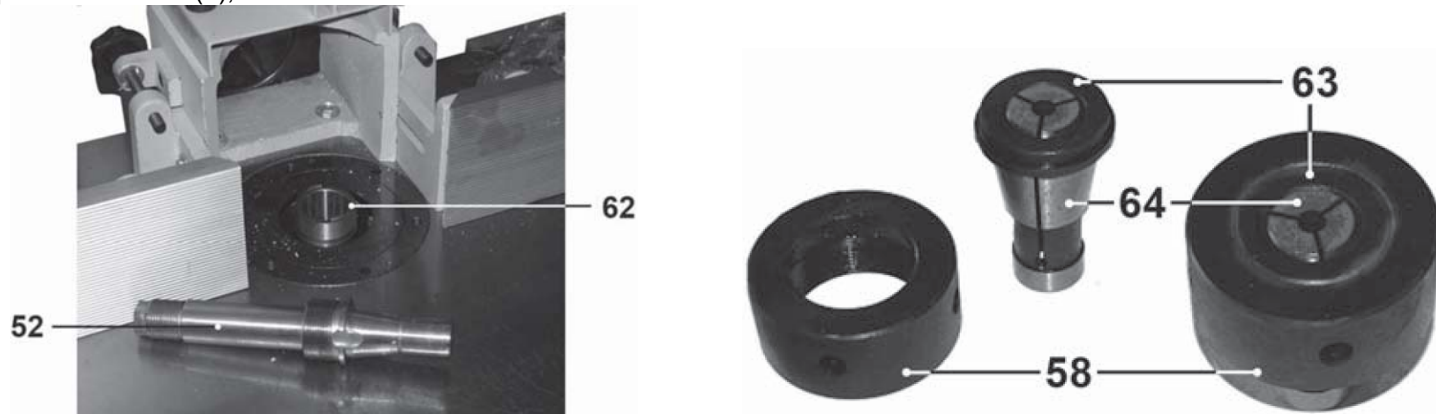

Рис. 9
- 8.6.1. На станке предусмотрена замена вставки шпинделя (52) или установка цанг в конусное отверстие шпинделя (62), Рис.9.
- 8.6.3. Ослабьте два винта зажимной гайки (59). Ключом (56) скрутите зажимную гайку (59) и колпачковую гайку (58), аккуратно демонтируйте вставку шпинделя (52), Рис.9, 10.
- 8.6.5. Конструкция шпинделя (62) предусматривает установку фрез с цилиндрическим хвостовиком диаметром 8мм. или 12мм. В конусное отверстие шпинделя (62) установите необходимую цангу (64). На цангу (64) установите вставку (63). На шпиндель (62) накрутите (1,5 – 2 оборота) колпачковую гайку (58). В цангу (64) установите фрезу, положение надёжно зафиксируйте колпачковой гайкой (58), Рис. 9,10.